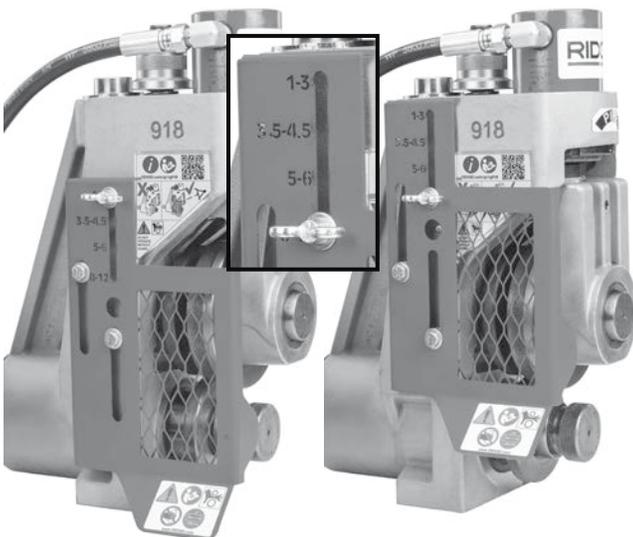

Figura 10 - Definição da proteção ajustável
3. Desaperte o parafuso de orelhas. Ajuste a posição da proteção de modo a que o intervalo de tamanhos correto fique alinhado com a posição do parafuso de orelhas. Ajuste corretamente a proteção para reduzir o risco de emaranhamento e de ferimentos graves (figura 10).